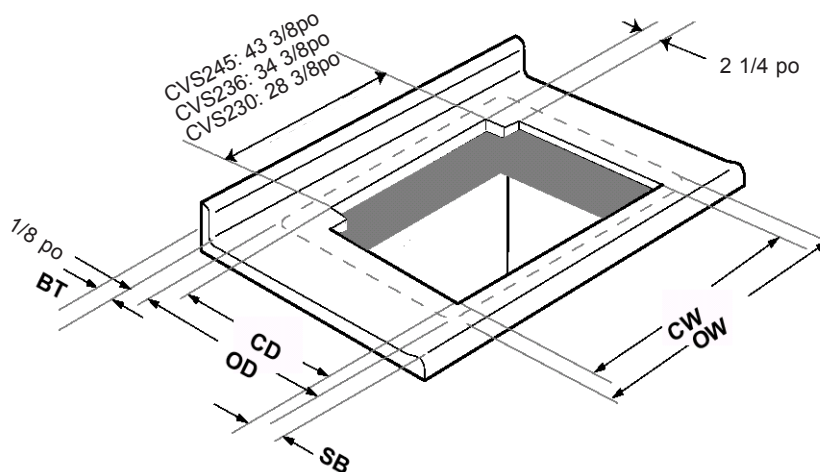

Figure 7
Pour l'installation avec une plaque de cuisson Thermador, consulter section A (à gauche) et figure 7, page 8 ; pour une autre marque, voir section B, page 9.
- A. Installation avec plaque de cuisson Thermador (figure 7 et tableau 3)